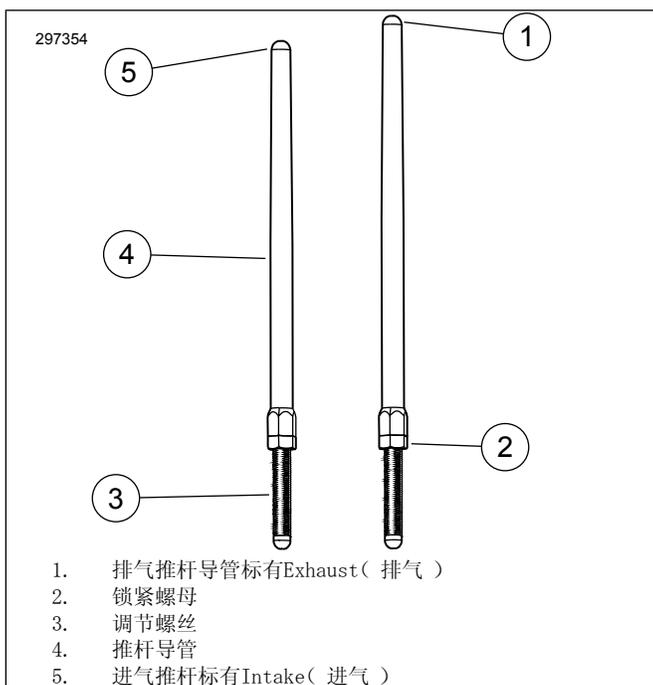

图1。可调推杆
6. 图1松开所有推杆上的锁紧螺母，然后将它们调节到最短长度。